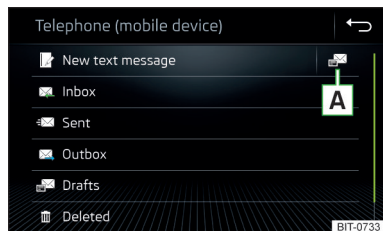

Fig. 157
► În meniul principal *Telefon*, atingeți suprafața de comandă funcții ; se afișează un meniu pentru mesaje » fig. 157.
- În meniul principal al mesajelor text, apăsați suprafața de comandă funcții  » fig. 157 la pagina 138.